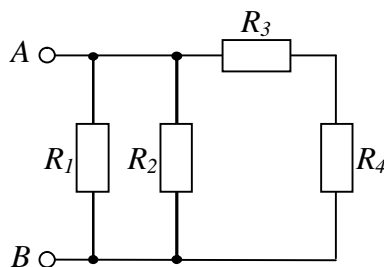

Рис. 1.16
**1.34.** Для електричного кола, поданого на рис. 1.16, визначити загальну провідність кола, якщо  $R_1 = 25$  Ом,  $R_2 = 50$  Ом,  $R_3 = 40$  Ом і  $R_4 = 60$  Ом.